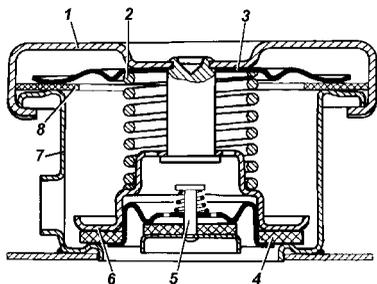

Рис. 4.33. Пробка радиатора:
**Пробка радиатора** (рис. 4.33) герметично закрывает радиатор и сообщает систему охлаждения только с расширительным бачком через выпускной и впускной клапаны.